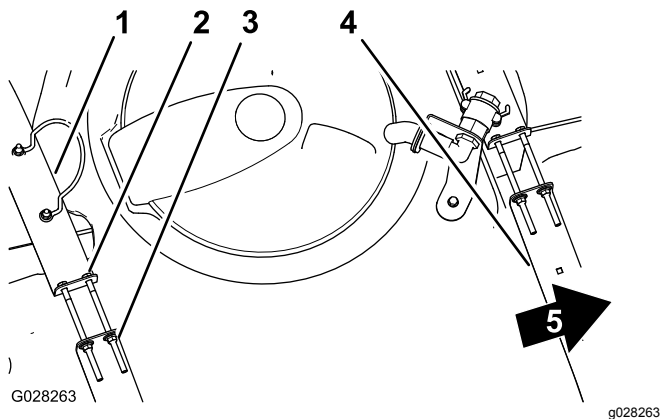

Bild 21
2. Prüfen Sie, ob Sie zwischen den Behälterriemen und dem Behälter eine Bewegung feststellen können (Bild 21).
3. Wenn die Behälterriemen lose am Behälter angebracht sind, ziehen Sie die Sicherungsbundmuttern und Schrauben oben an den Riemen an, bis sie mit der Behälteroberfläche bündig sind (Bild 21).